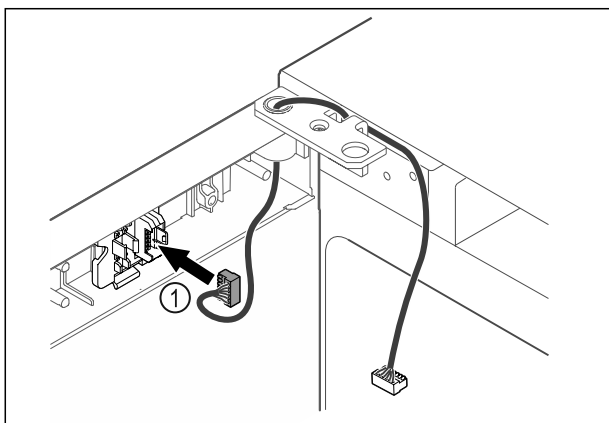

Fig. 43
- Pistke pistik Fig. 43 (1) pistikuhoidikusse.